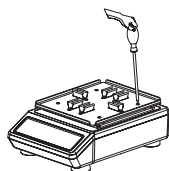
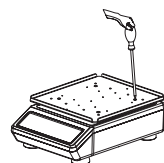

figura 1
figura 2
1. Afloje los tornillos de la bandeja con un destornillador con punta de cruz (figura 1) y reemplace la bandeja estándar con una grande (figura 2).